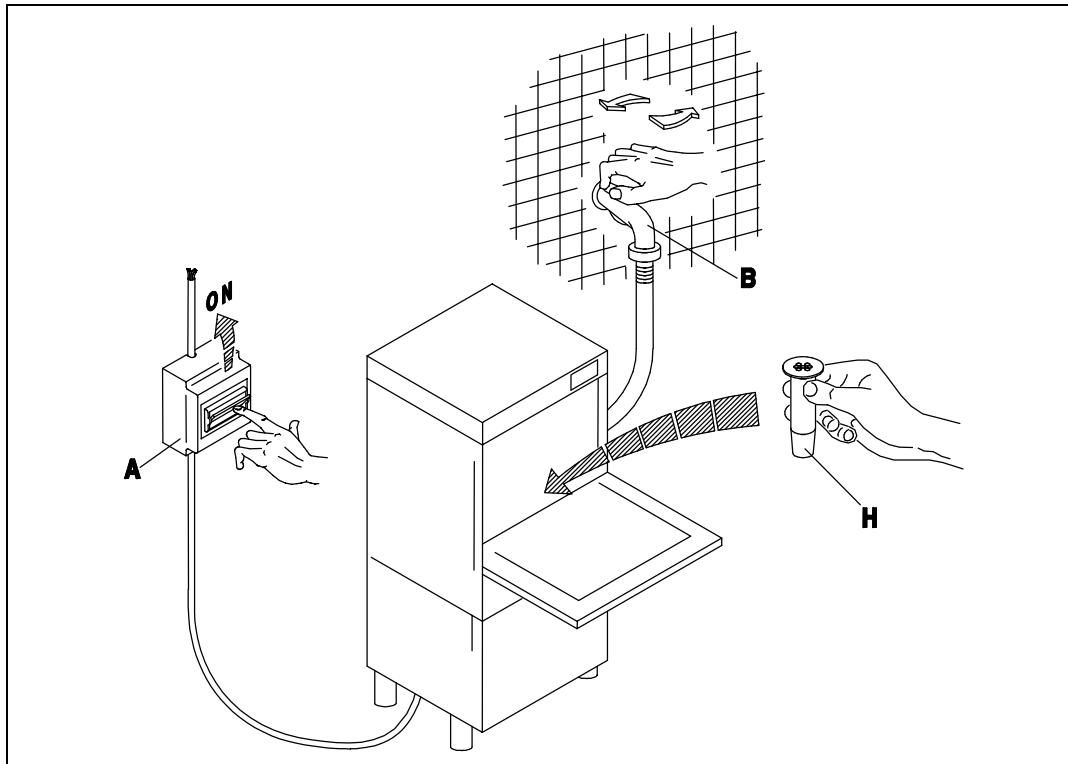

Fig. 3-1
- Aprire il rubinetto dell'acqua (B), inserire l'interruttore generale (A). Attivare l'interruttore principale dell'apparecchio (1), ne conseguirà l'accensione della spia (A) evidenziando che la macchina è sottoposta a tensione. A porta chiusa l'apparecchio si riempie d'acqua e alla fine del carico, si inseriscono automaticamente le resistenze della vasca e del boiler in alternanza. Il funzionamento delle resistenze è reso visibile dall'accensione delle spie (D) ed (E). Quando entrambe le spie si spengono l'acqua avrà raggiunto le temperature impostate e l'apparecchio sarà pronto per iniziare il lavaggio. (fig. 3-1÷3-2)
- Turn on the water tap (B) and switch on the master switch (A). Turn the appliance ON switch (1), which will cause the warning light (A) to illuminate, indicating that the machine is live. When the door is closed the appliance fills with water. When it is full, the tub and boiler heating elements come on automatically in alternation. When the elements are activated, the warning lights (D) and (E) are illuminated. When both warning lights go out the water has reached the set temperature and the appliance is ready to begin the washing cycle. (fig. 3-1÷3-2)
- Öffnen Sie den Wasserhahn (B) und betätigen Sie den Hauptschalter (A). Beim Betätigen des Hauptschalters (1) am Geschirrspüler wird die Anzeige (A) aufleuchten, an der Sie erkennen können, daß die Maschine unter Spannung steht. Bei geschlossener Tür läuft Wasser in die Maschine; ist die nötige Wassermenge einmal erreicht, so schalten die Widerstände des Spülbehälter und des Boilers automatisch eines nach dem anderen, ein. Der Betrieb der Widerstände wird durch das Aufleuchten der Anzeigen (D) und (E) erkennbar. Beide Leuchtanzeigen erlöschen, wenn das Wasser eine vorbestimmte Temperatur erreicht hat, d. h. wenn die Maschine betriebsbereit ist. (fig. 3-1÷3-2)
- Ouvrir le robinet (B) et insérer l'interrupteur général (A). Ouvrir l'interrupteur principal de l'appareil (1), le voyant (A) s'allumera ce qui signifie que la machine est branchée. L'appareil se remplit d'eau avec porte fermée et à la fin du chargement les éléments chauffants de la cuve et du boiler entrent automatiquement en action en alternance. Les voyants (D) et (E) s'allument quand les éléments chauffants fonctionnent. Les deux voyants s'éteignent dès que l'eau a atteint la température programmée et l'appareil est prêt pour commencer le lavage. (fig. 3-1÷3-2)
- Abrir el grifo del agua (B), conectar el interruptor general (A). Activar el interruptor principal del aparato (1); el encendido de la luz testigo (A) indica que la máquina está en tensión. Con puerta cerrada el aparato se llena de agua y cuando la carga esté terminada se conectarán automáticamente las resistencias del tanque y de la caldera en la alternación. El funcionamiento de las resistencias es señalado por el encendido de las luces indicadoras (D) y (E). Cuando ambas luces se apaguen, el agua habrá alcanzado la temperatura programada y el aparato estará listo para empezar el lavado. (fig. 3-1÷3-2)
- Abrir a torneira de água (B), acionar o interruptor geral (A). Acionar o interruptor principal do aparelho (1), a luz (A) se acende evidenciando que a máquina esta sob tensão. Uma vez fechada a porta se enche de água e no final, as resistencias do cuba e do boiler começam a funcionar automaticamente na alternação. As luzes (D) e (E) indicam o funcionamento das duas resistencias. Quando ambas se apagarem é porque a temperatura alcançou seu nível desejado e a máquina estará pronta para iniciar a lavagem. (fig. 3-1÷3-2)
- Draai de waterkraan (B) open en schakel de hoofdschakelaar (A) in. Schakel de hoofdschakelaar van het apparaat (1) in waarna het lampje (A) gaat branden waaruit blijkt dat de machine onder stroom staat. Als de deur dichtgedaan wordt, loopt het apparaat vol met water en na afloop van het vollopen worden de verwarmingselementen van de kuip en van de boiler automatisch ingeschakeld in de afwisseling. De werking van de verwarmingselementen blijkt uit het feit dat de lampjes (D) en (E) gaan branden. Als allebei de lampjes uitgaan dan heeft het water de ingestelde temperatuur bereikt en is het apparaat klaar om met het afwasprogramma te beginnen. (Afb. 3-1 - 3-2)
- A riempimento avvenuto, aprire la porta (I) e introdurre il detersivo (ca. 2 gr. per litro di capacità della vasca). Inserire il cesto (L) carico e chiudere la porta (I). Selezionare il ciclo di lavaggio inserendo il pulsante (4) (ciclo breve (II) tasto premuto ÷ ciclo lungo (I) tasto rilasciato). A questo punto premere il pulsante START (3) (almeno per 2 secondi) e avrà inizio il ciclo di lavoro visualizzato dalla lampada spia (C): la fine del ciclo coincide con lo spegnimento di questa spia. Per spegnere la macchina si dovrà disinserire l'interruttore (1) portandolo nella posizione (0) spia (A) spenta. (Fig.3-1÷3-3).
- Lorsque le remplissage est terminé, ouvrir la porte (I) et verser le déterfif (environ 2 g pour chaque litre remplissant la cuve). Introduire le panier (L) plein et fermer la porte (I). Sélectionner ensuite le cycle de lavage en actionnant le bouton-poussoir (4) (cycle court (II) touche enfoncée ÷ cycle long (I) touche relâchée). A ce stade, presser le bouton-poussoir START (3) (au moins 2 secondes) et le cycle de fonctionnement commencera, visualisé par la lampe-témoin (C). La fin du cycle coïncide avec l'extinction de ce voyant. Pour arrêter la machine, il faudra débrancher l'interrupteur (1) en le ramenant sur la position (0): lampe-témoin (A). (Fig.3-1÷3-3).
- Después del llenado, abra la puerta (I) y vierta el detergente (2 gramos aproximadamente por litro de capacidad de la cuba). Introduzca el cesto (L) carga y cierre la puerta (I). Seleccione el ciclo de lavado por medio del selector (4) (ciclo breve (II) tecla pulsada ÷ ciclo largo (I) tecla soltada). Pulse ahora START (3) (almenos durante 2 segundos) para arrancar el ciclo de trabajo: se enciende la luz testigo (C), que se apagará al final del ciclo. Para apagar la máquina desconecte el interruptor (1) posición 0, luz testigo (A) apagada. (Fig.3-1÷3-3).
- Doe na het vollopen de deur open (I) en doe er afwasmiddel in (ongeveer 2 g per liter inhoudscapaciteit van de kuip). Doe de beladen korf (L) erin en doe de deur (I) dicht. Stel het afwasprogramma in door op de knop (4) te drukken (kort programma (II) toets ingedrukt – lang programma (I) toets losgelaten). Druk nu op de START knop (3) waarna (minstens 2 seconden) het afwasprogramma zal beginnen dat aangegeven wordt door het controlelampje (C): het einde van het programma valt samen met het uitgaan van dit lampje. Om de machine uit te schakelen moet u de schakelaar (1) uitschakelen door hem op de stand (0) te zetten, lampje (A) uit (Afb. 3-1 ÷ 3-3).